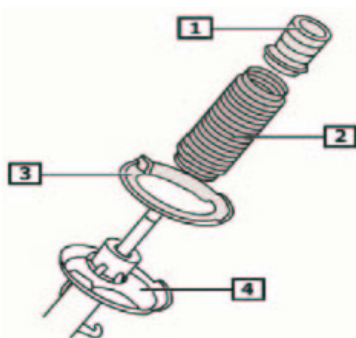

Fig. 8:
- Fig. 8** Einzelteile des Federbeins entnehmen (1-3).
- Fig. 8** Remove individual parts of suspension strut (1-3).
- fig. 8** Retirer les pièces détachées de la jambe de force (1-3).
- Fig. 8** Retirar piezas sueltas de la pata telescópica (1-3).